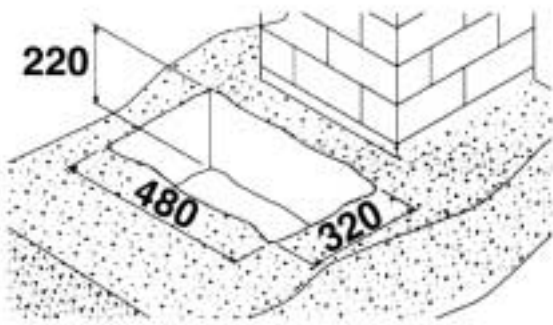
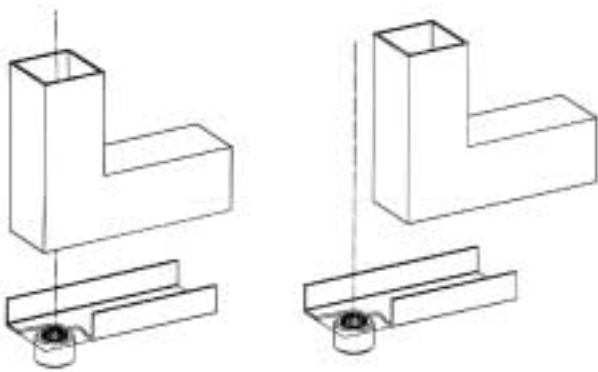

Fig. 2
Fig. 4
È necessario eseguire uno scavo di fondazione le cui dimensioni siano come quelle indicate in fig.2. Per evitare eventuali cedimenti del piano di scavo è consigliabile consolidare la superficie di appoggio della cassetta con del cemento a presa rapida. La cassetta portante va posizionata in piano nello scavo. Assicurarsi che il centro del pignone sia perfettamente allineato con l'asse di rotazione dell'anta (Fig. 4).
- posizionare la boccola sul profilato riferendosi all'asse di rotazione dell'anta (fig. 4)
- saldare con cura la boccola al profilato (fig. 4)
- C - Inserire la staffa guida sul pignone (fig. 4)
It is necessary to excavate foundations of the dimensions indicated in fig. 2.
The support box must be set level in the excavated area. Ensure that the centre of the pinion is perfectly aligned with the axis of rotation of the door (Fig. 4).
- position the bush on the channel, using the axis of rotation of the door as a reference (fig. 4)
- carefully weld the bush to the channel (fig. 4)
- C - Insert the guide slot on the pinion (fig. 4)
Creuser des fondations selon les dimensions indiquées en fig.2.
S'assurer que le centre du pignon est parfaitement aligné avec l'axe de rotation du vantail (Fig. 4).
- positionner l'essieu sur le profilé par rapport à l'axe de rotation du vantail (fig. 4)
- souder soigneusement l'essieu au profilé (fig. 4)
- C - Introduire le rail de guidage sur le pignon (fig. 4)
Hierfür ist es erforderlich einen Schacht in den in Abb. 2 dargestellten Abmessungen auszuführen. Um das Setzen des Schachts zu verhindern, sollte die Auflage des Gehäuses mit Schnellzement konsolidiert werden.
Sicherstellen, daß die Ritzelmitte perfekt mit der Drehachse des Torflügels (Abb. 4) ausgerichtet ist.
- die Buchse auf dem Profil entsprechend der Drehachse des Tors (Abb.4) fluchten.
- vorsichtig die Buchse an das Profil (Abb.4) schweißen.